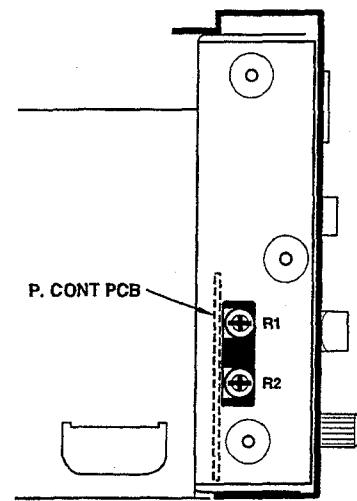

Fig. 2-9
5. Play back the middle section of the test tape, then adjust trimmer resistor R1 (Fig. 2-9) on the P.CONT PCB so that the frequency counter reads 3000 ± 5 Hz.
7. Play back the middle section of the test tape, then adjust trimmer resistor R2 (Fig. 2-9) on the P.CONT PCB so that the frequency counter reads 3000 ± 5 Hz.
5. テスト・テープの中間部を再生し、周波数カウンタの値が 3000 ± 5 Hzになるように P.CONT PCBの半固定抵抗 R1 (図2-9) を調整する。
7. テスト・テープの中間部を再生し、周波数カウンタの値が 3000 ± 5 Hzになるように P.CONT PCBの半固定抵抗 R2 (図2-9) を調整する。